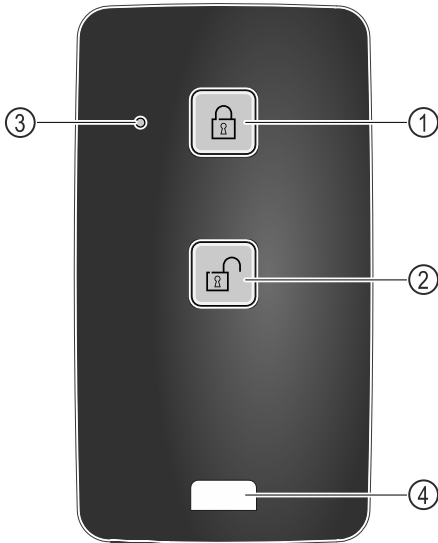

Fig. 139
- (1) Κλείδωμα κλειδαριάς
(2) Ξεκλείδωμα κλειδαριάς
(3) LED κατάστασης
(4) Κρίκος στερέωσης
- ▶ Πατήστε το πλήκτρο Fig. 139 (1) στο τηλεχειριστήριο.
- ▶ Πατήστε το πλήκτρο Fig. 139 (2) στο τηλεχειριστήριο.
- ▶ Το LED κατάστασης Fig. 139 (3) παρέχει μια οπτική απόκριση με το πάτημα του πλήκτρου.
- ▶ Κρίκος Fig. 139 (4) για στερέωση του τηλεχειριστηρίου, για παράδειγμα σε ένα μπρελόκ.